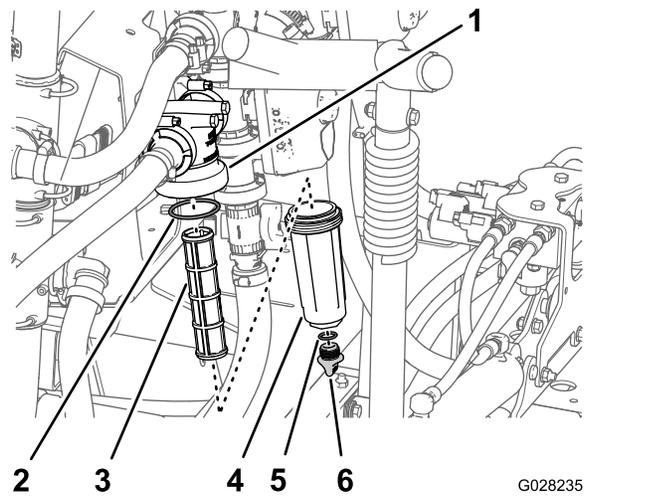

Bild 101
3. Drehen Sie die Ablassschraube nach links und nehmen sie von der Glocke des Druckfilters ab (Bild 101).
4. Drehen Sie die Glocke nach links und nehmen sie vom Filterkopf ab (Bild 101).
5. Entfernen Sie den alten Druckfiltereinsatz (Bild 101).
6. Überprüfen Sie den O-Ring für die Ablassschraube (in der Glocke) und den O-Ring für die Glocke (im Filterkopf) auf Beschädigungen und Abnutzung (Bild 101).
7. Setzen Sie den neuen Druckfiltereinsatz in den Filterkopf ein (Bild 101).
8. Befestigen Sie die Glocke am Filterkopf und ziehen sie mit der Hand an (Bild 101).
9. Setzen Sie die Schraube in die Schale ein und ziehen Sie sie mit der Hand fest (Bild 101).
2. Stellen Sie eine Auffangwanne unter den Druckfilter (Bild 101).